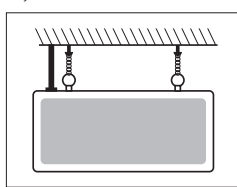
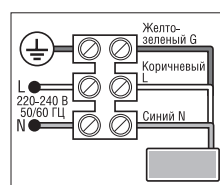

Рисунок 3.
Рисунок 4.
- Установка светильника в подвесном положении осуществляется с помощью монтажных колец, расположенных в верхней части корпуса светильника (Рис. 3). Подключите питание, согласно приведенной схеме подключения (Рис. 4).